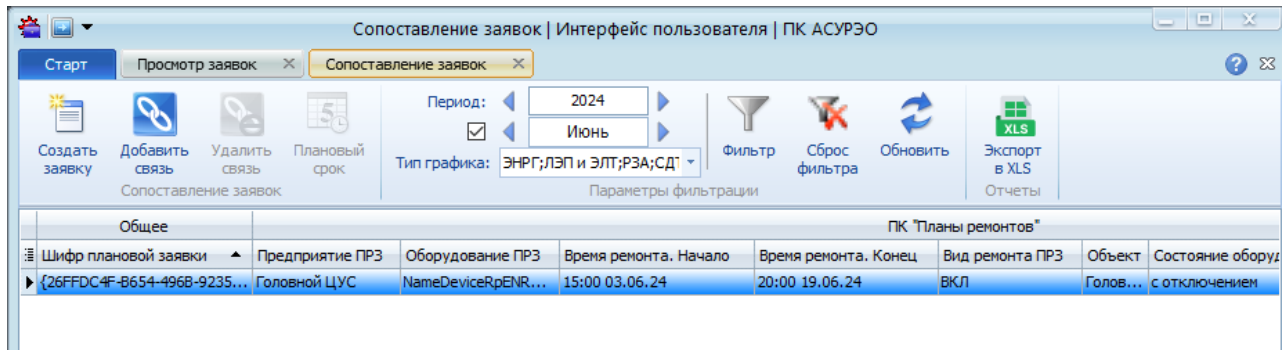

Рисунок 14.1 – Режим «Сопоставление заявок»
- из режима «Сопоставление заявок» (Рисунок 14.1) (см. раздел «14.2 Создание диспетчерской заявки на основании плановой ремонтной»).
Список заявок на форме «Сопоставление заявок» представлен в табличном виде (Рисунок 14.1). Таблица сопоставления заявок состоит из трех областей (Общее, ПК «Планы ремонтов», АСУРЭО), содержащих столбцы, описанные в таблице 30.